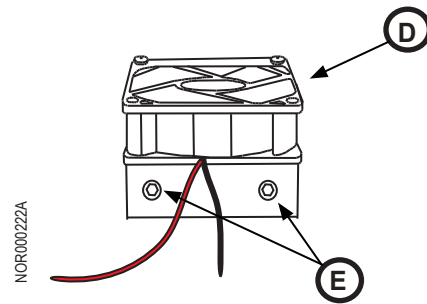

Fig. 5 - Montage du ventilateur
2. À l'arrière du réfrigérateur, enlevez les vis de montage (Fig. 5, E) (2x) du ventilateur. Enlevez l'ensemble de ventilateur / support (Fig. 5, D) et mettez-le de côté.